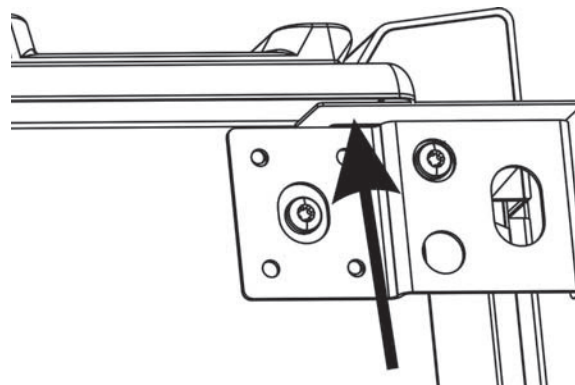

Figure 6: Serrez la vis
8. Appuyez vers le haut sur le cache-coin au niveau de la flèche (voir Figure 6 : Serrez la vis) tout en finissant de serrer la vis.